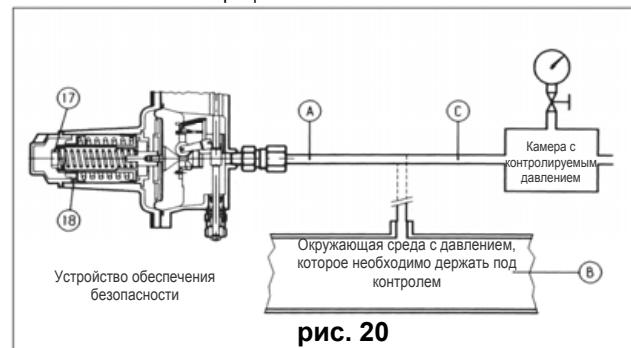

рис. 20
- B)** Для устройств, не имеющих клапана "push" (рис. 20) рекомендуется отдельно подсоединить управляющую головку к вспомогательному контролируемому давлению и повторить описанные выше операции.
B) Для устройств, не имеющих клапана "push" (рис. 20) рекомендуется отдельно подсоединить управляющую головку к вспомогательному контролируемому давлению и повторить описанные выше операции.